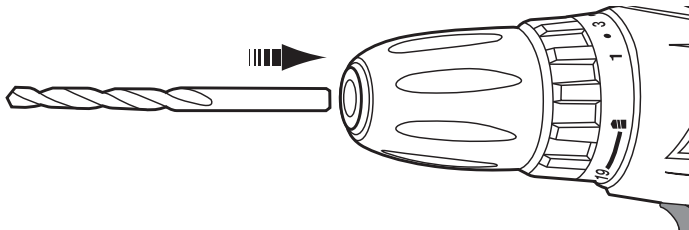

Abb. 5, Bohrer können direkt in die Werkzeugaufnahme eingeführt werden.
**HINWEIS:** Bohrer (21) können direkt in die Werkzeugaufnahme eingesetzt werden (Abb. 5). Um kurze Schraubendreherbits (23) benutzen zu können, müssen Sie den Schraubendreherbit-Adapter (22) verwenden. Setzen Sie den Adapter auf gleiche Weise wie einen Bohrer ein (Abb. 5).